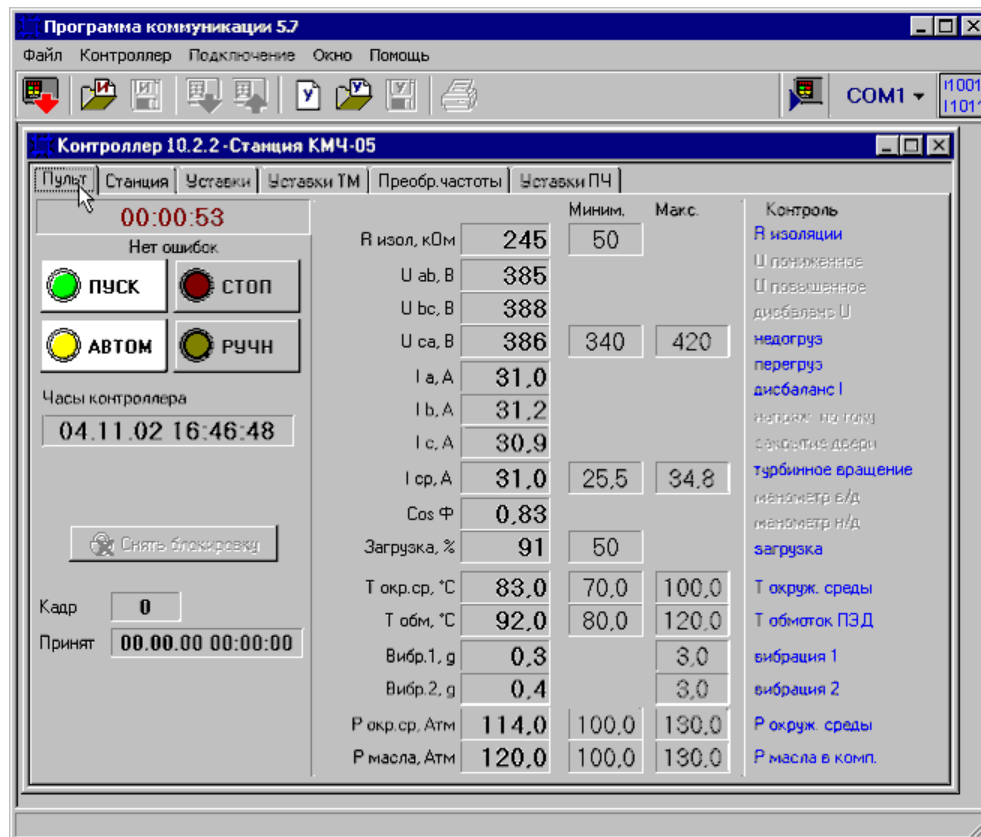

Рис. 3
При подключении к контроллеру появляется окно «Контроллер», в заголовке которого выводится имя станции и версия контроллера (рис. 3).
- 12) нажимая клавишу «**Tab**», установить курсор на заголовок закладки, как показано на рис. 3, затем с помощью клавиш «**←**» и «**→**» выбрать нужную закладку.
На закладке «Пульт» выводятся (рис. 3):